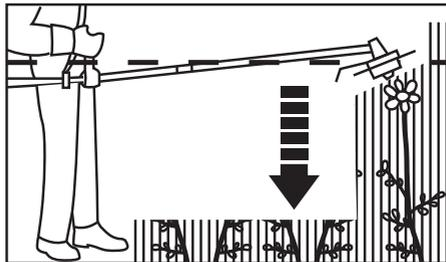

Fig. 20
- > Ne levez jamais la tête de coupe au-dessus de la hauteur de vos hanches (Fig. 20); plus la tête de coupe est haute, plus le risque de projection d'objets augmente.